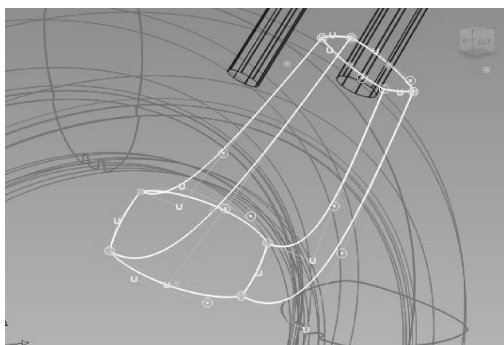
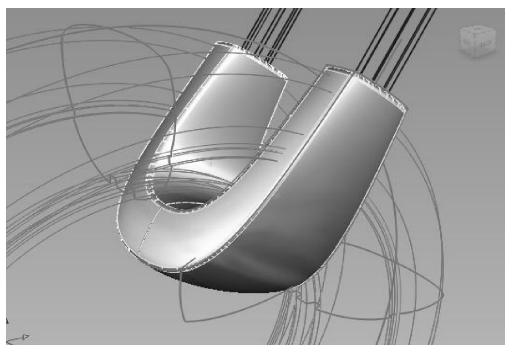

图 10-69 生成曲线
图 10-70 镜像曲面
- 06 选择【Edit Point Curve】工具 , 生成如图 10-69 所示曲线，然后选择【Square】工具 , 生成图中所示曲面，并对其进行倒角，最后镜像到另一边，如图 10-70 所示。